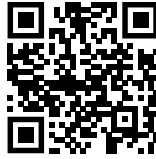

Fig. 155
- ▶ Ανοίξτε το [Liebherr SmartMonitoring Dashboard](https://smartmonitoring.liebherr.com). (βλέπε Fig. 155)